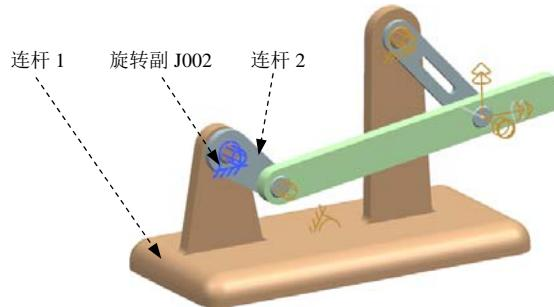

图 2.6.2 定义驱动
在本章介绍的范例中，连杆 1 是固定连杆，连杆 2 作为驱动连杆进行旋转运动，所以需要在连杆 1 与连杆 2 铰接的旋转副 J002 上定义驱动，这里设置旋转角速度为 60deg/sec（度每秒），如图 2.6.2 所示。
Step2. 选取定义对象。在部件导航器中单击 **Joints** 节点下的运动副“J002”，选取图 2.6.2 所示的旋转副 J002 为定义对象，此时图形区中显示图 2.6.3 所示的驱动图标。
(1) 选择驱动类型。在**驱动**区域的**旋转**下拉列表中选择**恒定**选项。